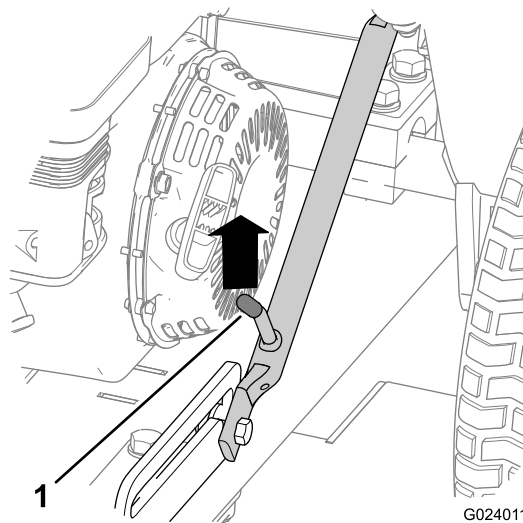
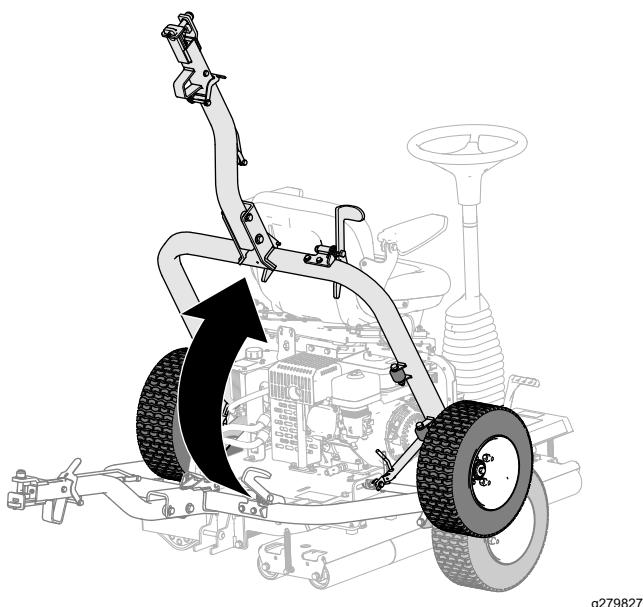

Figura 17
Figura 22
1. Empurre a estrutura de engate até desbloquear a alavanca de trinco do bloqueio de deslize (Figura 17).
5. Levante o engate (Figura 22) até a alavanca de trinco ficar bloqueada no bloqueio de deslize (Figura 17).